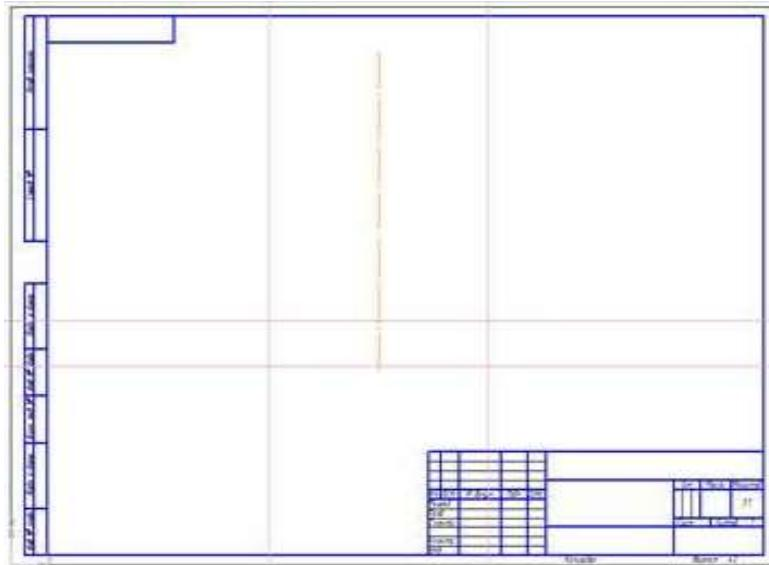

Рисунок 3.6 – Создание горизонтальной параллельной прямой
6. Выберите инструмент **Параллельная прямая** и проведите одну прямую на 24 мм ниже. Нажмите **Создать Объект**, а затем **Стол** (рисунок 3.6).